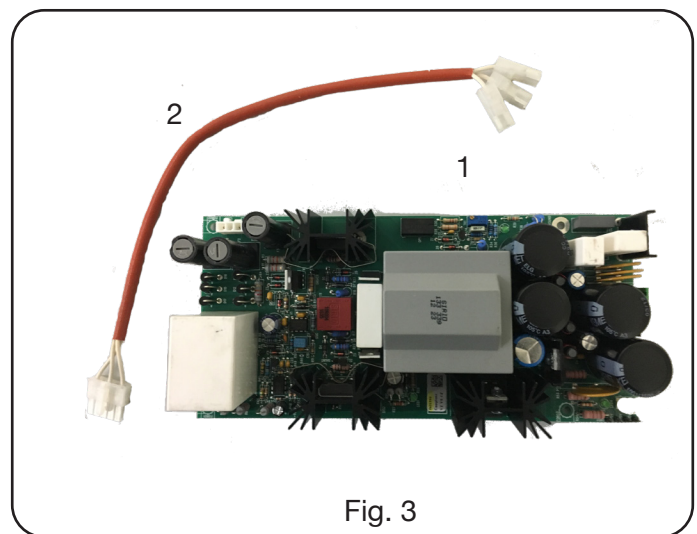

Fig. 3
El Kit Alimentación Robot, art. 435.00 se compone de los elementos visibles en fig. 3.
- Colocar la tarjeta **1** (Fig. 3) en el apropiado alojamiento del Generador junto al circuito de medida pos.4 (380.80, 39x.80) / circuito de precarga pos. 87 (381.80)
- Conectar un extremo del cableado **2** (Fig. 3) al conector J1 de tarjeta 1 (Fig. 3).
- Conectar el otro extremo del cableado **2** (Fig. 3) en los puntos indicados en el esquema eléctrico correspondiente al Generador en uso (par. 8).